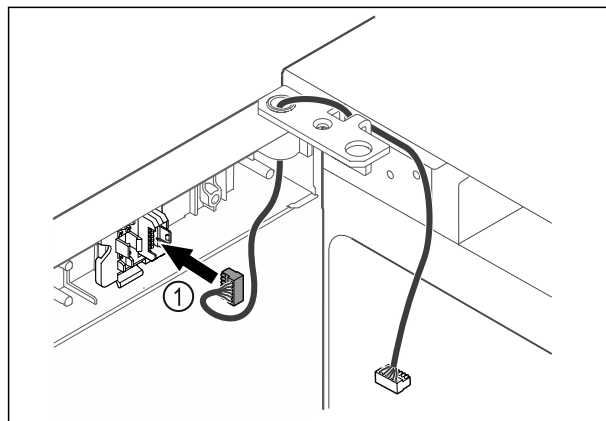

Fig. 40
- ▶ Pistke pistik Fig. 40 (1) pistikuhooidikusse.